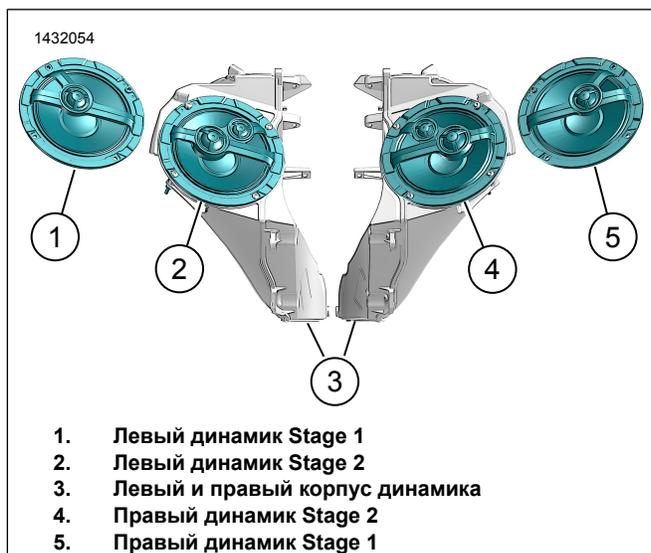

Рисунок 3. Ориентация динамика (стандартная)
- a. См. рис. 3. Выровняйте динамик к корпусу.